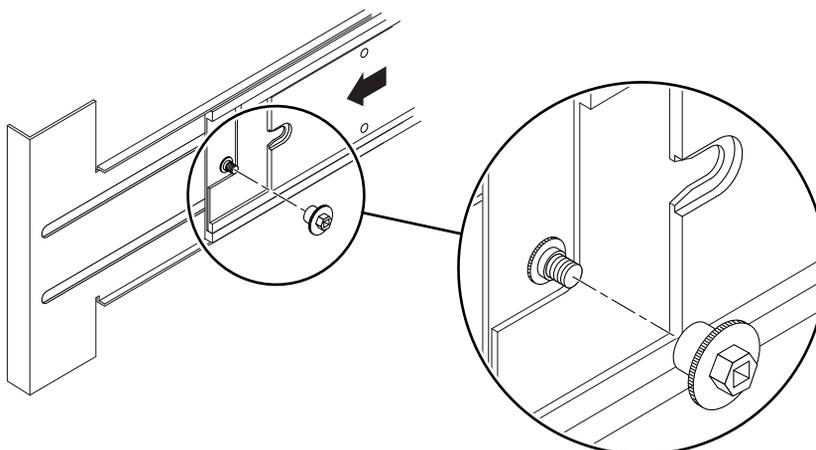

FIGURA 1-16 Introducción y fijación de las tuercas de bloqueo
6. Accediendo desde la parte posterior del servidor, coloque las tuercas de bloqueo, una en cada riel (FIGURA 1-16).